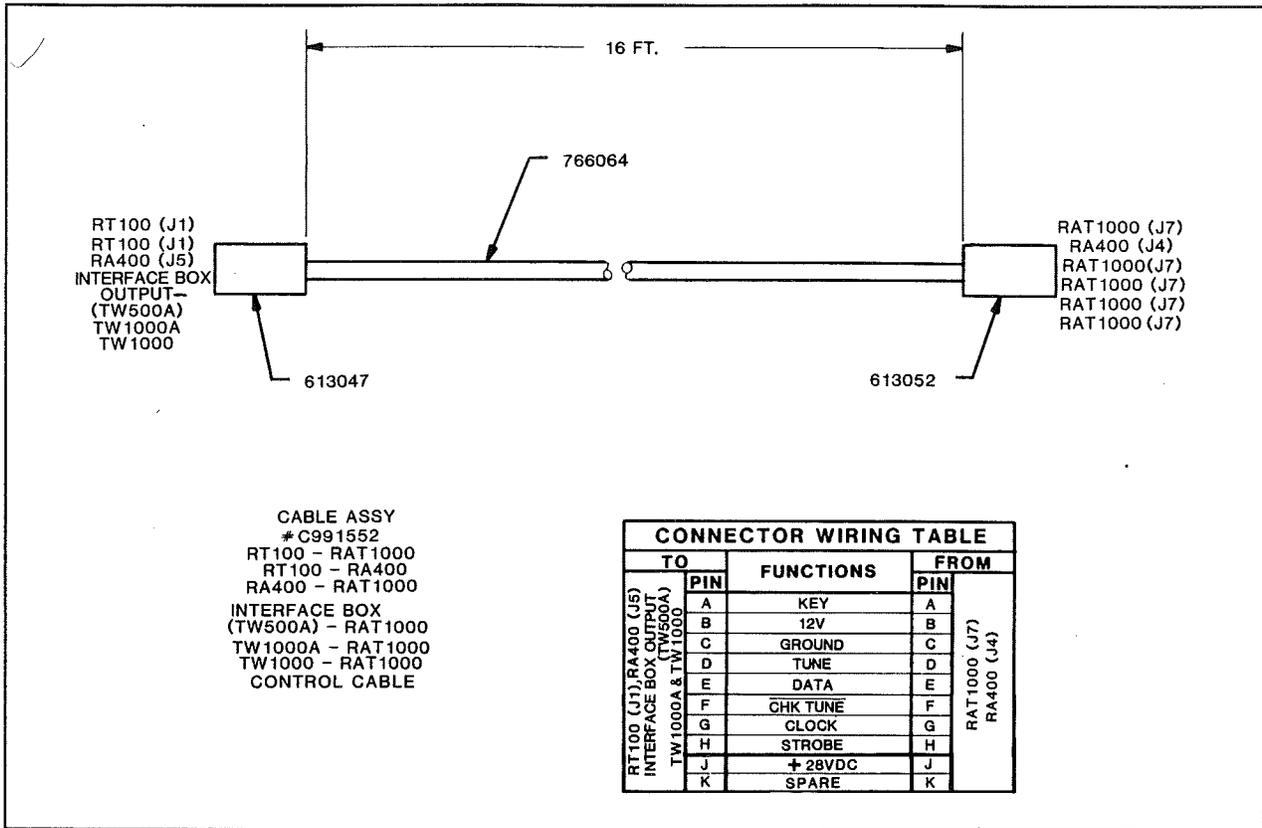

FIGURE 3-11. Control Cable (C991552).
4. C991552 -- See Figure 3-11.
3. C991552 -- See Figure 3-11.